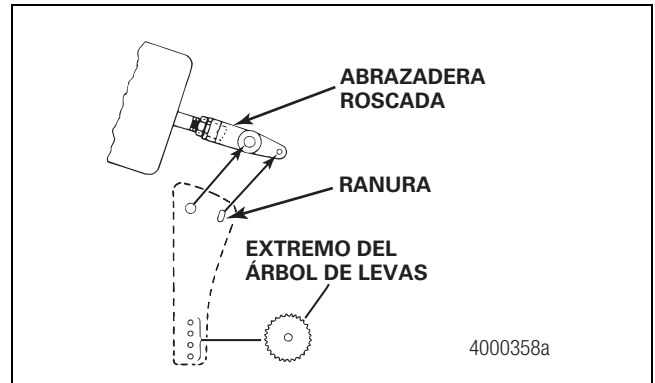

Figura 5.15
- Si el orificio pequeño de la abrazadera no queda alineado dentro de la ranura: Ajuste la abrazadera hasta que pueda ver el orificio pequeño del pasador de la abrazadera dentro de la ranura. Figura 5.15.